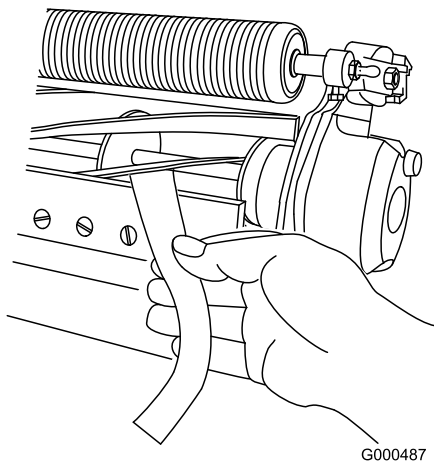

Figure 18
3. Contrôlez la performance de coupe en insérant une longue bande de papier de performance de coupe (réf. Toro 125-5610) entre le cylindre et la contre-lame, perpendiculairement à la contre-lame (Figure 18). Faites tourner **lentement** le cylindre en avant ; il devrait couper le papier.